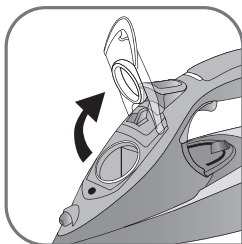

fig.2
- Ouvrez la trappe du réservoir – fig.2.